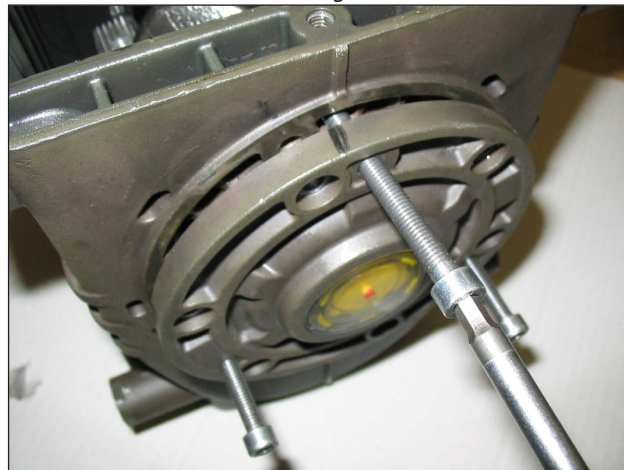

Fig. 3
- Les couvercles latéraux (et le flasque VFV) en utilisant - pour l'extraction 3 vis M6x50 (M10x40 pour le flasque VFV) entièrement filetées, en les introduisant dans les orifices filetés comme le montre la Fig. 3.